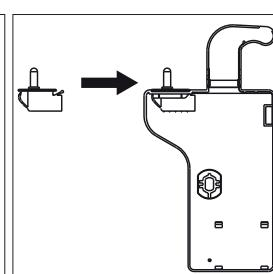

Fig. 4
- ▶ Monte el contacto de puerta enganchándolo en la cubierta de bisagra (27) del paquete adicional (fig. 4). Guarde en un lugar seguro la cubierta de bisagra para su uso posterior.